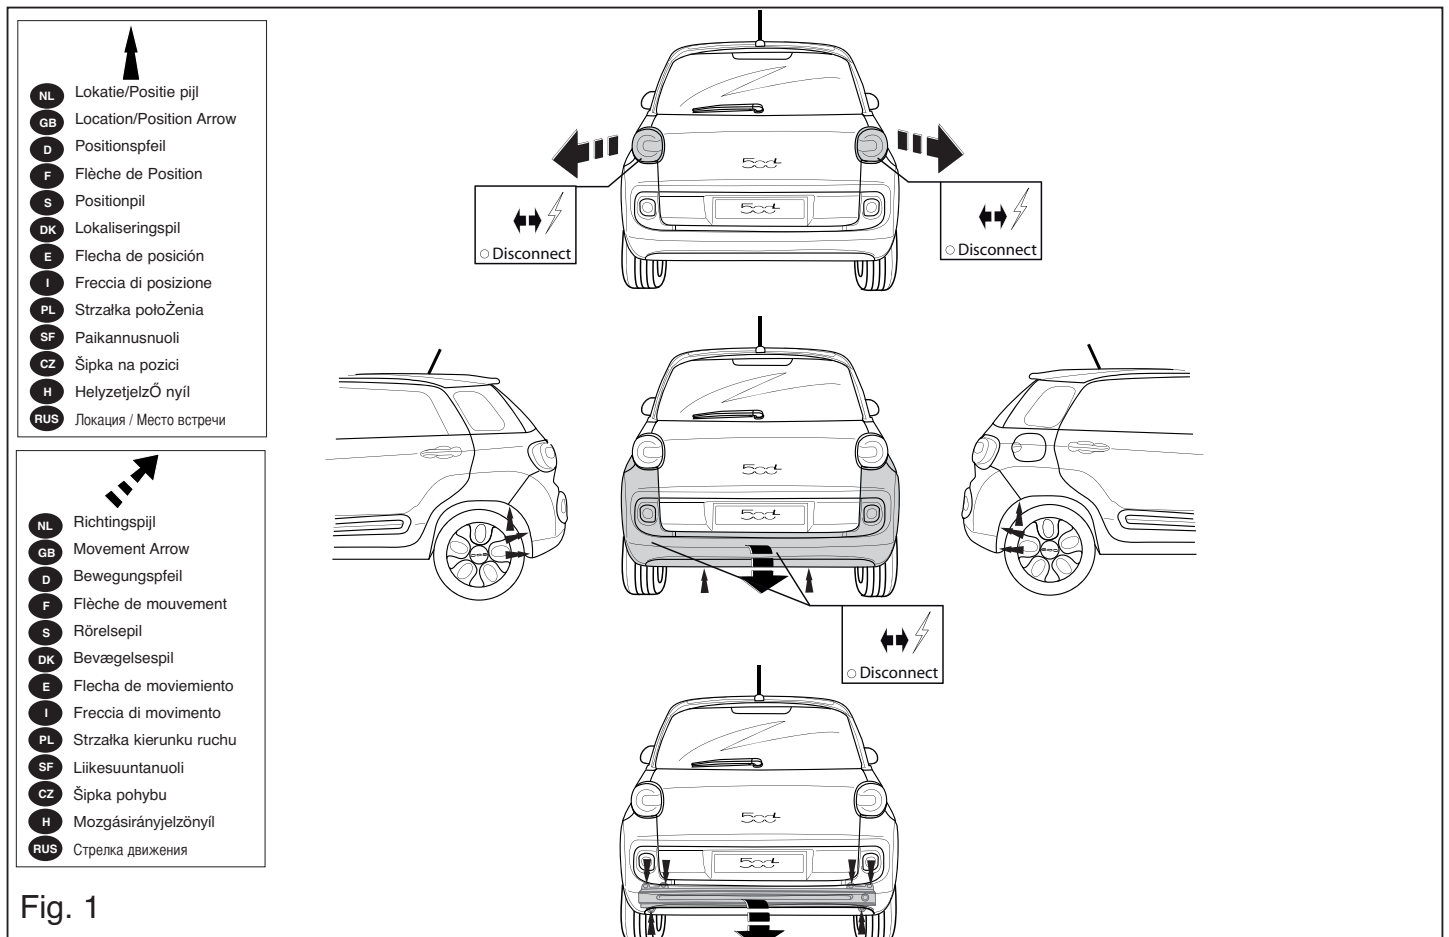

Fig. 1
1. Remove the rear-light units. Remove the bumper and the steel buffer beam from the vehicle. The buffer beam will no longer be needed. See figure 1.
1. Die Rücklichter abmontieren. Die Stoßstange einschließlich des stählernen Stoßbalkens vom Fahrzeug abmontieren. Der Stoßbalken wird nicht mehr benötigt. Siehe Abbildung 1.
гов автомобиля. Брызговики брызговиков не подлежат. См. рисунок 1.